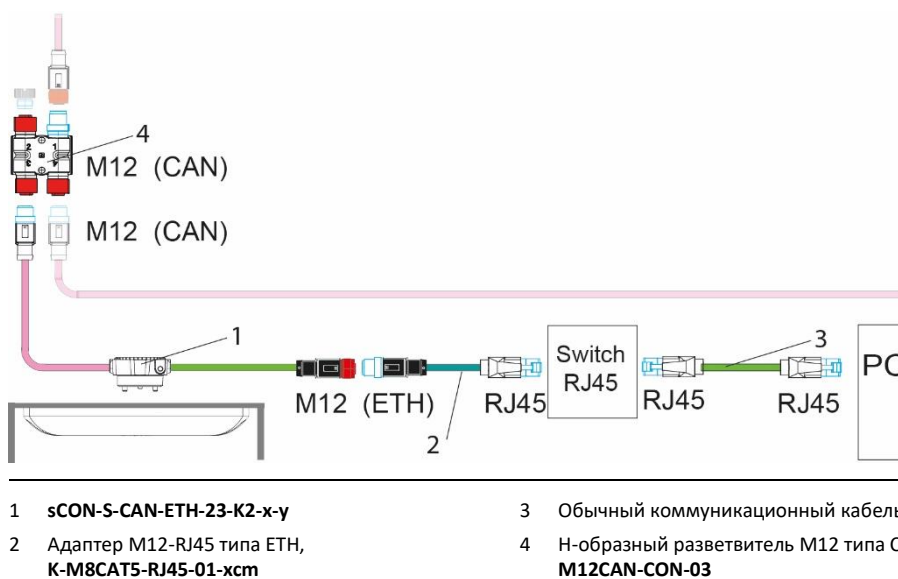

Рис. 25:
Переходной кабель с разъемом RJ45 (2) соединяется с коммутатором через разъем M12 (м) типа ETH. Подключение сервисного ПК к сетевому адаптеру осуществляется с помощью обычного коммуникационного кабеля (3), см. рис. 25 на стр. 44.